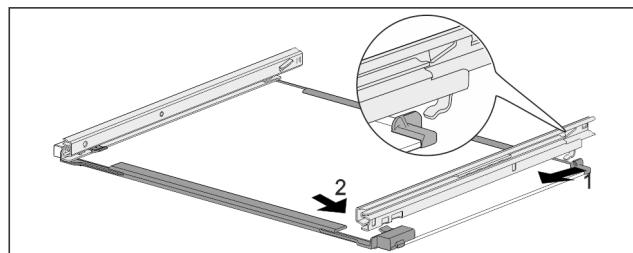

Fig. 175 Skleněná deska s kolejničkami
- ▶ Zahákněte kolejničku vzadu. Fig. 175 (1)
- ▶ Zaklapněte kolejničku vpředu. Fig. 175 (2)